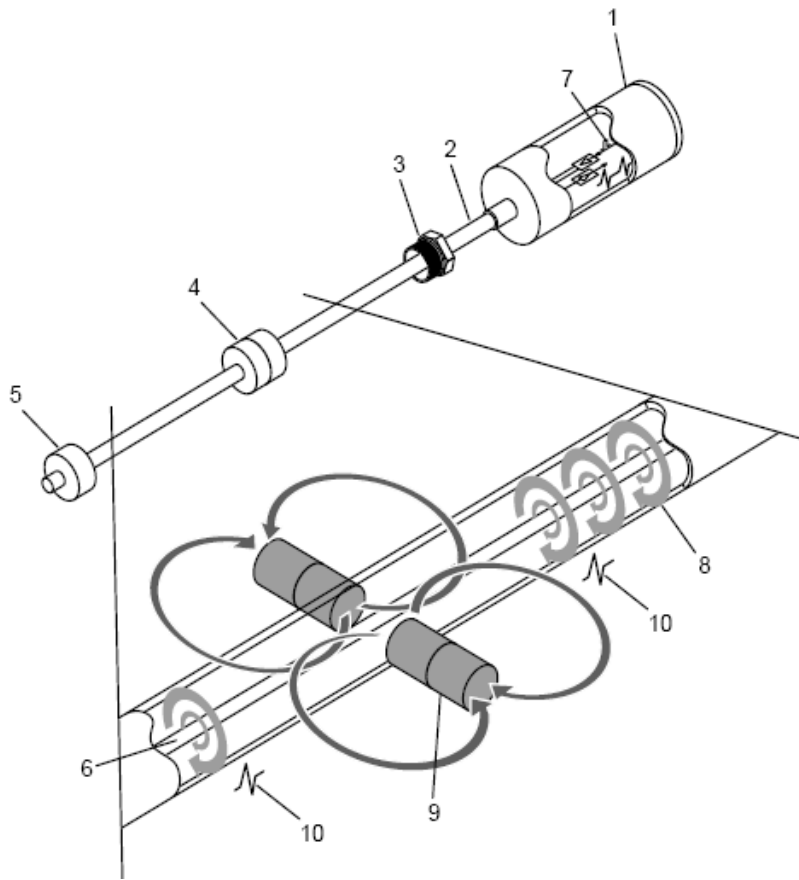

Abbildung 1: Funktionsweise des magnetostruktiven Messprinzips
Der Messwertgeber besteht aus einem Gehäuse (1) und einem Sondenrohr (2) aus Edelstahl, das mit einem Einschraubkörper (3) höhenverstellbar im Tank montiert wird. Auf dem Sondenrohr bewegt sich ein Schwimmer (4) für die Messung der Produktfüllhöhe und ein weiterer Schwimmer (5) für die kontinuierliche Wassererkennung (Abbildung 1).